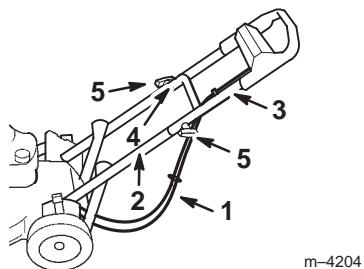

Figura 4
- Compruebe que los cables pasan por debajo y detrás de la sección inferior del manillar, tal como se indica en la Figura 4.